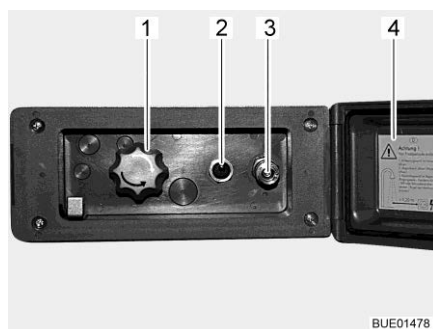

Bild 128 Duschanslutning utsida
- Lås upp och öppna locket (Bild 128,4).
- Anslut ytterduschens slang med snabbkopplingen (Bild 128,3).
- Koppla in vattenpumpen med brytaren (Bild 128,2).
- Ställ in vattentemperaturen enligt önskemål med vredet (Bild 128,1).
- Koppla ur vattenpumpen med brytaren (Bild 128,2).
- Stäng locket (Bild 128,4) och lås det med nyckeln.
- Ställ vredet (Bild 128,1) på mittläget.